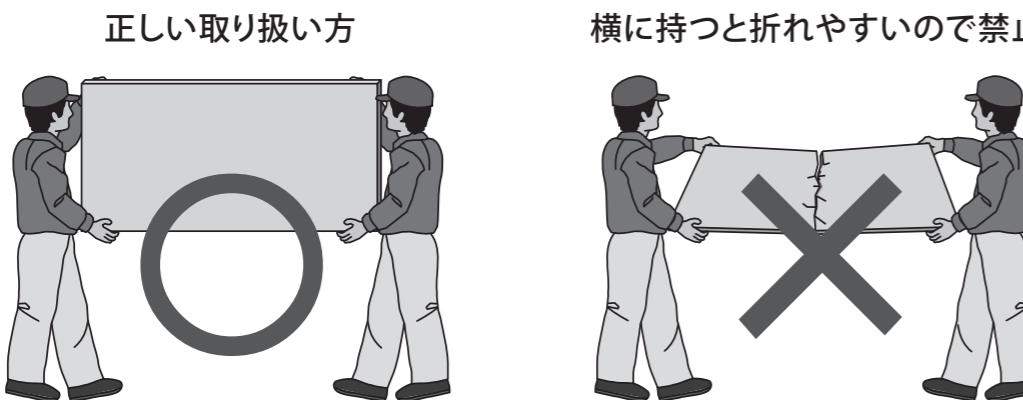

図2 Belle K-CAL 取扱い方法
①取扱い
- 図2の様に必ず2名で持ち運びし、パネルを垂直(タテ)にして、運搬・移動を行って下さい。